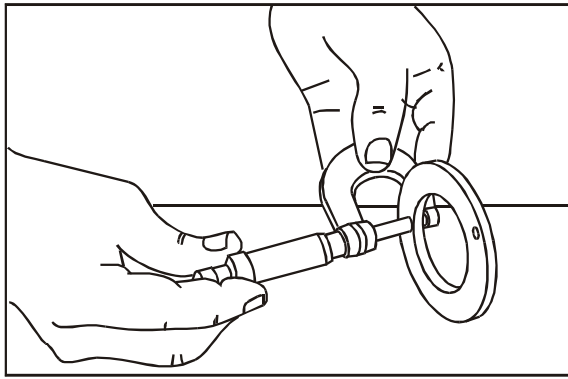

FIG 8
5. Verifique a espessura da arruela de encosto da árvore de comando das válvulas: 5,49 a 5,54mm. **Fig. 8.**